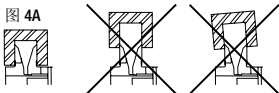
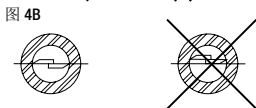
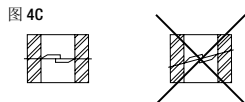

图 4A
图 4B
图 4C
- 内尺寸测量: 将内尺寸测量卡爪 (2) 尽可能放到部件内部 (图 4A), 并调整使其贴近部件表面。若要获得内径测量值, 请参见图 4B。若要获得狭槽测量值, 请参见图 4C。